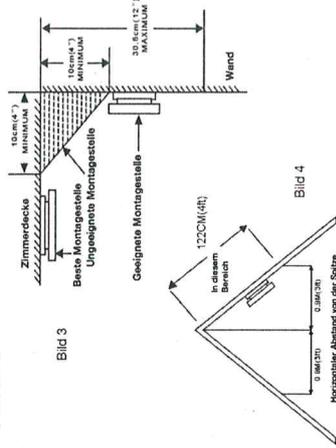

Bild 4
• Wenn das Dach oder die Zimmerdecke schief ist, dann muss der Rauchwarngerät in einem Abstand von 10 cm zum Dachfirst montiert werden (siehe Bild 4).